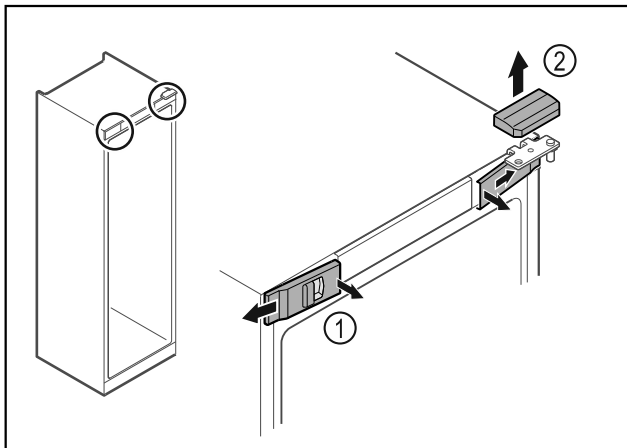

Fig. 14
- Uvolněte uvnitř přední kryty Fig. 14 (1) a sejměte je stranou.
- Horní kryt Fig. 14 (2) odeberte směrem nahoru.